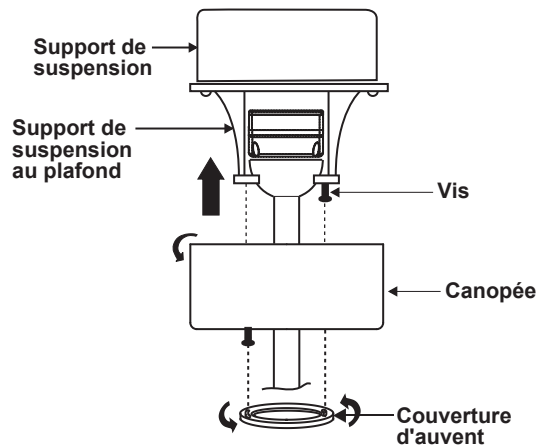

Figure 13
2. Faites glisser la verrière jusqu'au support de suspension et placez le trou de serrure sur la verrière sur la vis sur le support de suspension, tournez la verrière jusqu'à ce qu'elle se verrouille en place au niveau de la section étroite des trous de serrure. (Fig. 13)